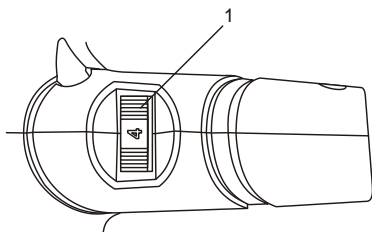

Fig. 5
La commande de vitesse variable (1) peut être tournée pour pouvoir changer la vitesse du rouleau (Fig. 5). Tournez la commande de vitesse vers la GAUCHE (n° 1) pour une vitesse lente et vers la droite (MAX) pour une vitesse rapide.